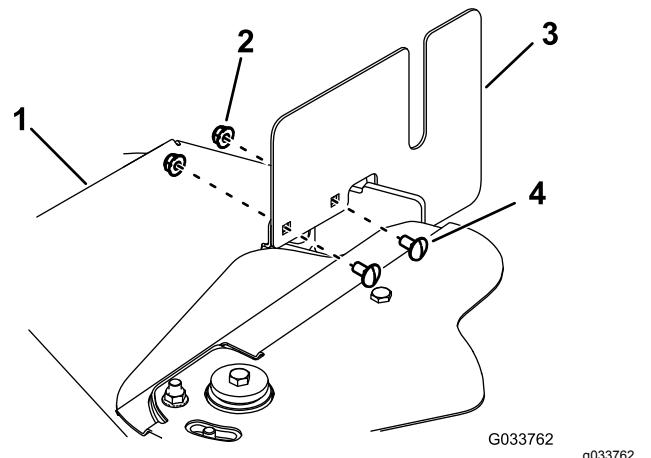

Figura 63
3. Togliete i 4 bulloni a testa tonda e i 4 dadi che fissano le 2 coperture laterali ai copricinghia (Figura 63).
- Montate le 2 coperture laterali sui copricinghia usando i 4 bulloni a testa tonda e i 4 dadi (Figura 63).